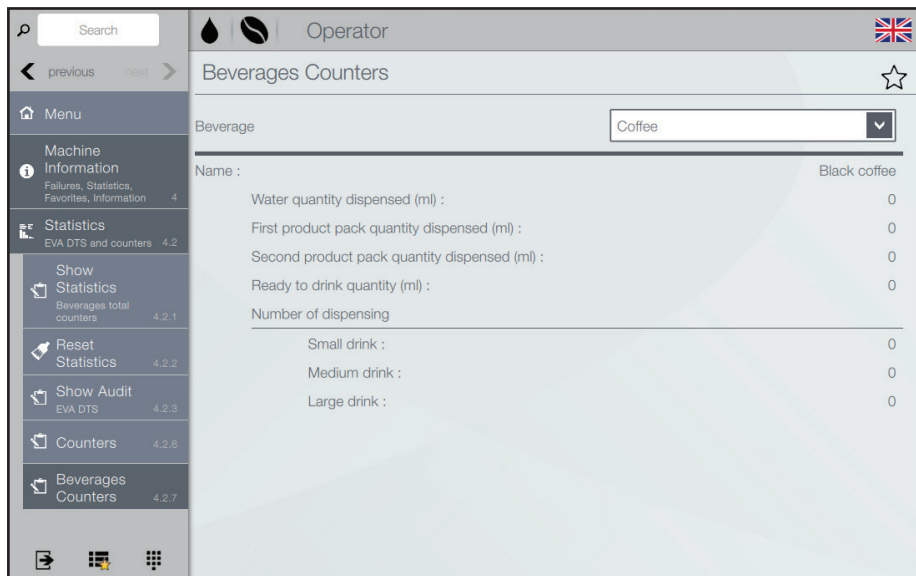

Fig. 6.15- Compteurs de boissons
- Appuyez sur le menu déroulant « Boisson » pour sélectionner la boisson souhaitée (fig. 6.15).